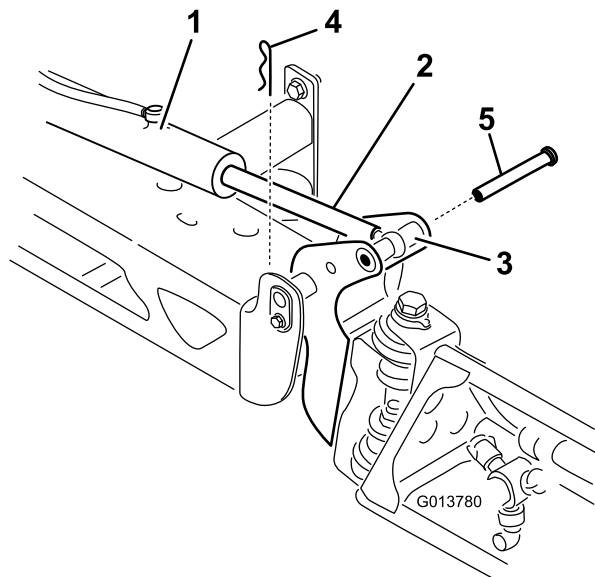

Figura 93
2. Îndepărtați cuiul spintecat de la fusul de basculare (Figura 93).
3. Ridicai braul i îndepărtați tiftul (Figura 93) i coborâi încet braul la sol.
9. În timp ce susineți braul, introduceți tiftul atât prin pivotul braului, cât i prin tijă dispozitivului de acionare (Figura 93).